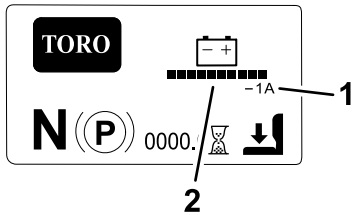

Figura 19
- **Pantalla principal de información (Figura 19):** muestra información sobre el estado actual de la máquina cuando la llave está en la posición